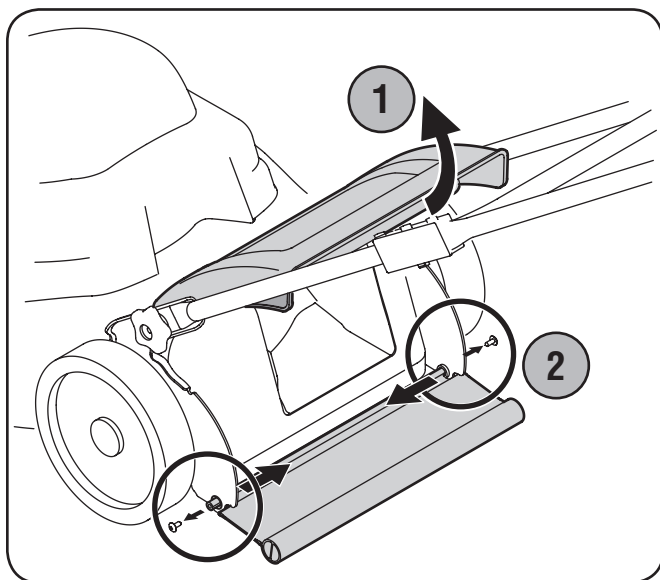

Figure 6-2
2. Presione el escudo en ambos lados para sacarlo del orificio. Vea la Fig. 6-2.